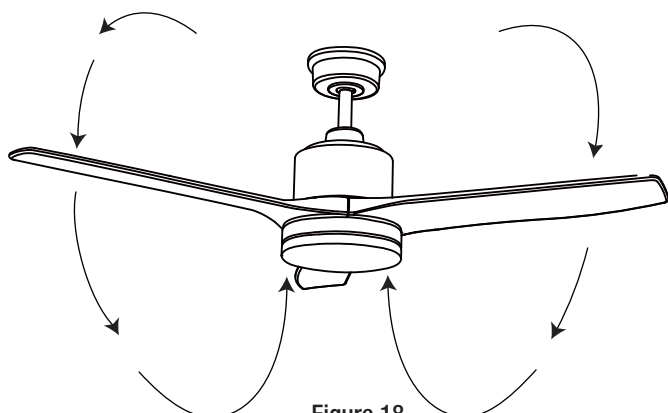

Figure 18
* Temps froid - (Arrière) L'air souffle vers le haut comme indiqué sur la Figure 18 déplace l'air chaud de la zone du plafond. Cela vous permet de régler votre chauffage à une température plus basse sans affecter votre confort.